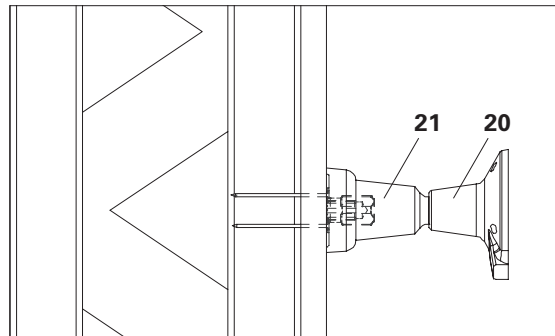

Fig. A5.06
2. Avvitare l'ancoraggio preassemblato (**20 + 21**) sulla piastra di predisposizione M24 (**22**) e stringere fino in fondo. (Fig. A5.06)